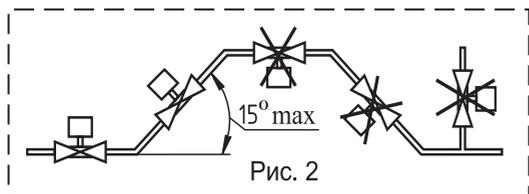

Рис. 2
4.2.5 Произведите монтаж клапана на трубопровод в соответствии с рекомендацией по расположению клапана на трубопроводе (рис. 2).